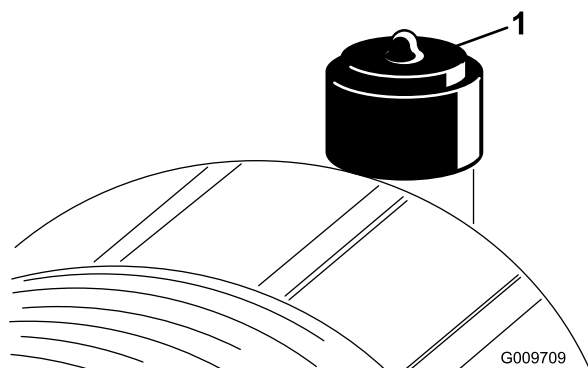

図 52
エアクリーナの整備はインジケータ（図 52）が赤色になってから行ってください。早めに整備を行っても意味がありません。むしろフィルタを外したときにエンジン内部に異物を入れてしまう危険が大きくなります。
- インジケータ（図 52）が赤になっている場合はリセットする。